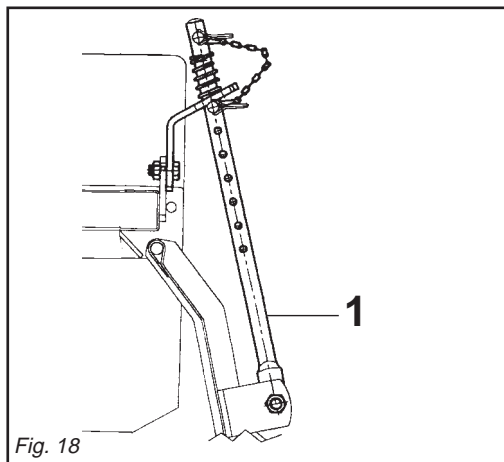

Fig. 18
- 2- Il martinetto a molla (1 Fig. 18) oltre a sostenere la lamiera livellatrice ed ammortizzarla nel trasporto su strada, serve a evitare il ribaltamento della zappatrice durante il parcheggio.
- 2- Besides supporting the levelling plate and acting as a shock absorber for it during road transport, the spring ram (1 Fig. 18) prevents the steering hoe from overturning when parking.
- 2- Die Federwinde (1 Abb. 18) trägt nicht nur das Planierschild und dient beim Straßentransport zur Dämpfung von Stößen, sondern sie soll auch verhindern, daß die Hackfräse während des Parkens umkippt.
- 2- Le vérin à ressort (1 Fig. 18) sert de soutien à la tôle de nivellement et de suspension pendant le transport sur route, pour éviter le basculement du cultivateur lors du stationnement.
- 2- El gato de resorte (1 Fig. 18), además de sostener la chapa de nivelación y protegerla durante el transporte en carretera, sirve para evitar el vuelco de la binadora durante el estacionamiento.